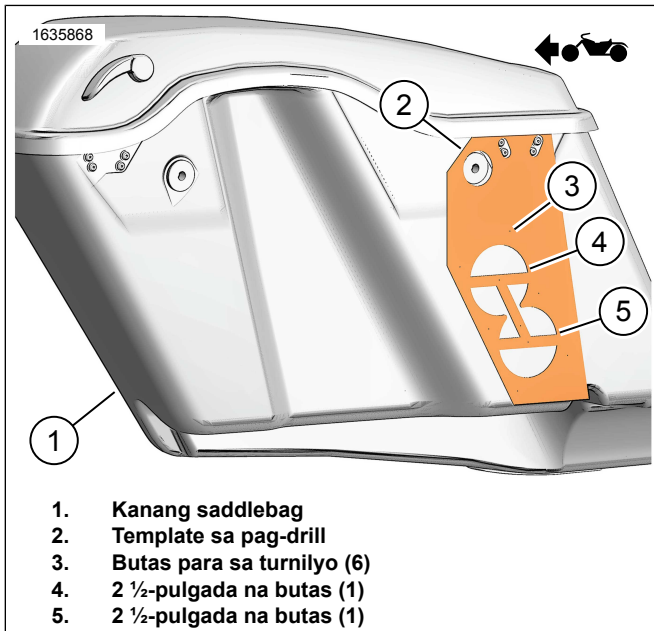
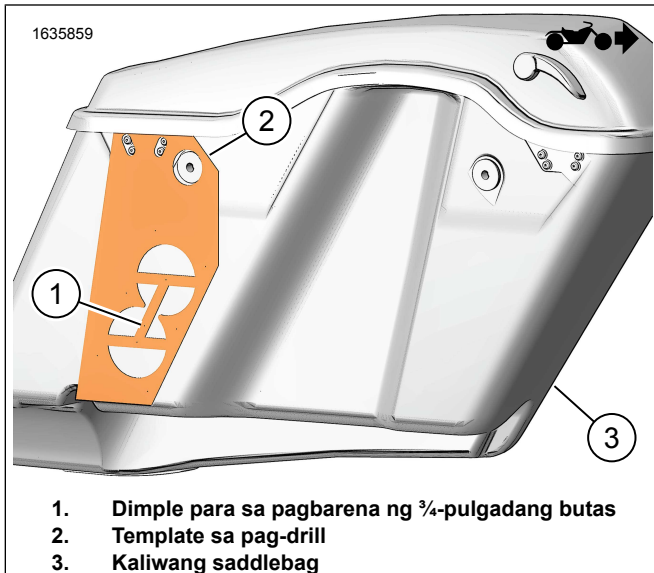
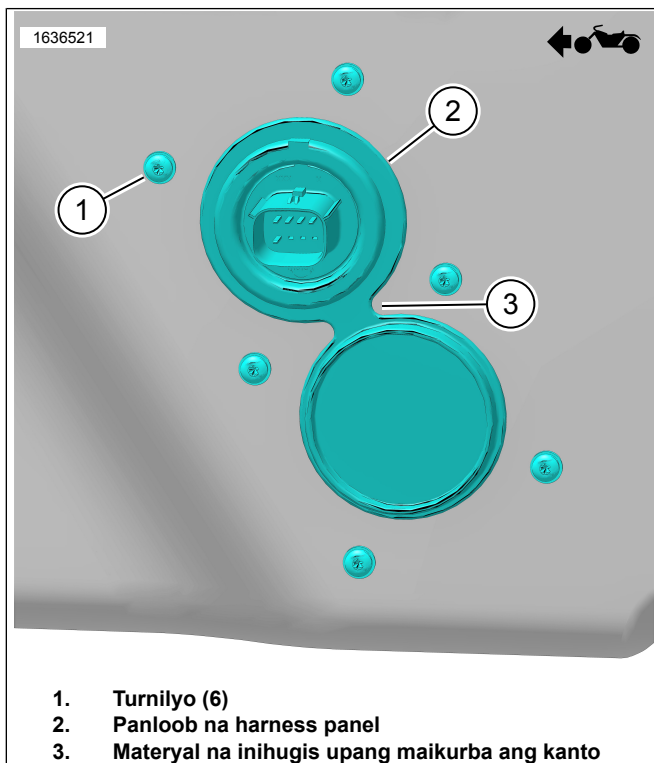

Figure 2. Kanang Saddlebag
Figure 3. Kaliwang Saddlebag
Figure 7. Panloob na Harness Panel
1. Figure 2 Iposisyon ang template ng drill (2) sa kanang saddlebag (1).
2. Baguhin ang kanang saddlebag (1).
- d. Figure 7 Gupitin ang materyal upang maikurba ang kanto (3).
4. Figure 3 Iposisyon ang template ng drill (2) sa kaliwang saddlebag (3).
5. Baguhin ang kaliwang saddlebag (3). Baguhin ang kaliwang saddlebag (3).
- a. Isentro ang mga lokasyon ng babarenahin (1) sa template.
6. Figure 7 Ikabit ang panloob na harness panel (2).